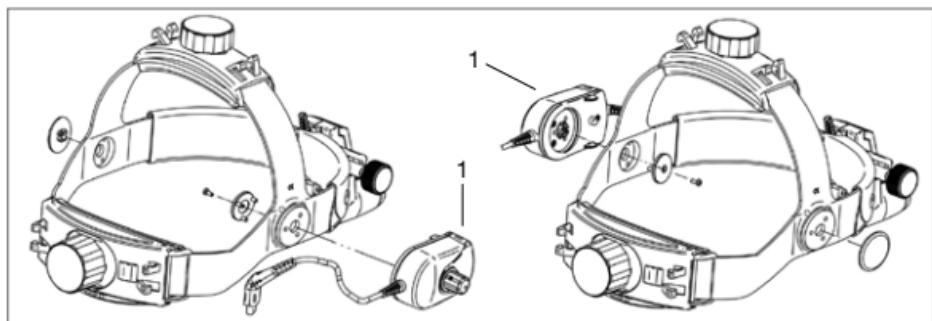

Figur 2 Hovedbånd Professional L
Justering af **hovedbåndet Professional L** (se figur 2): For justering i forhold til hovedets omfang kan hovedbåndet udvides eller indsnævres ved at dreje på drejeknapperne foroven (1) og bagtil (2).
### Indstilling af lysretningen og lysfeltet (se figur 2)